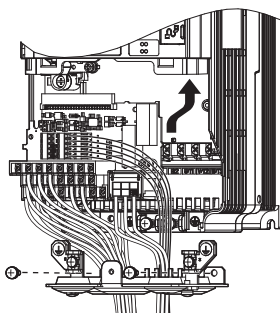

图 100 变频器的更换（端子排的安装）
1. 完成主回路的接线后，请按照图 100 将拆装式端子排切实插入插口，并用固定螺丝固定。